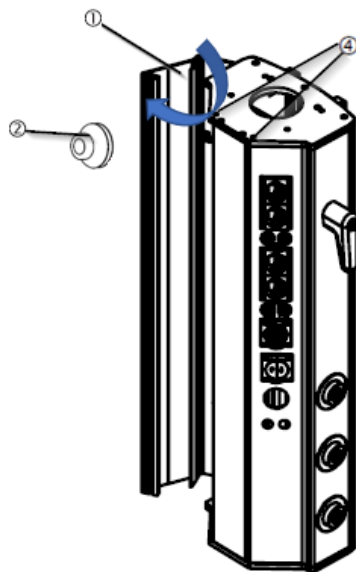

Abb. 6 Öffnen der Seiten eines Servicekopfes
- Lösen Sie mit einem Inbusschlüssel die 4 Senkkopfschrauben M6 x 16 ② DIN 935, wie in Abbildung 6 dargestellt.
- Entfernen Sie die Polycarbonatabdeckung ① und bewahren Sie sie an einem sicheren Ort auf. Das Beleuchtungsmodul ist nun sichtbar.